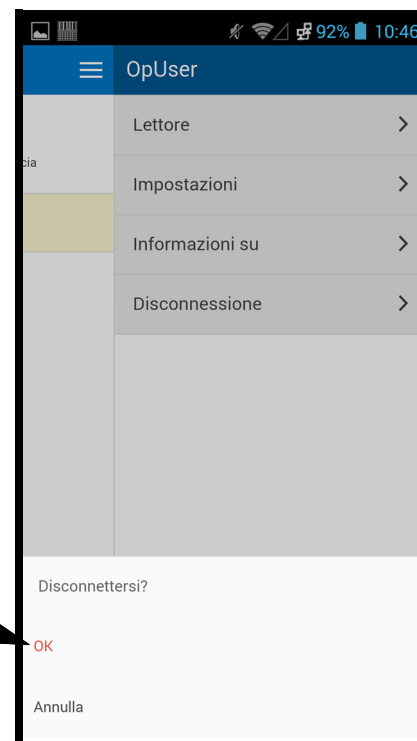

Figura 5-112. Finestra di dialogo di disconnessione scanner Cepheid Link
1. Nella schermata iniziale di GeneXpert Dx System, selezionare il pulsante **Crea analisi**. Vedere la Figura 5-112.